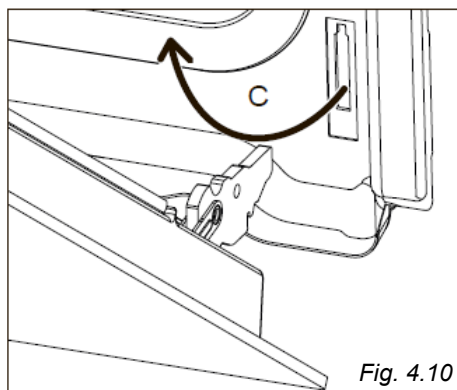

Fig. 4.10
- Tire os ganchos das dobradiças (direita e esquerda) das respectivas sedes (seta “C” - fig. 4.10).